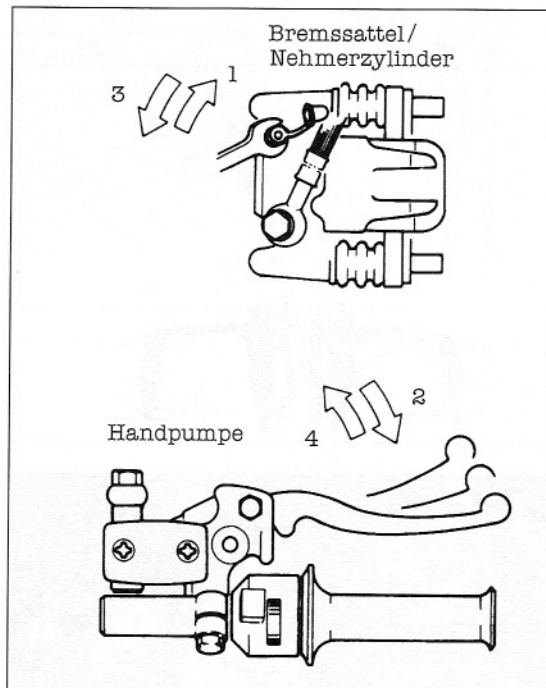

Bild 287
- Beim Befüllen des Hydrauliksystems abweichend vom im Wartungskapitel angegebenen Schema nach dem im Bild 287 gezeigten Ablauf vorgehen. Dabei Entlüftungsschlauch in mit Bremsflüssigkeit befülltes Gefäß enden lassen.